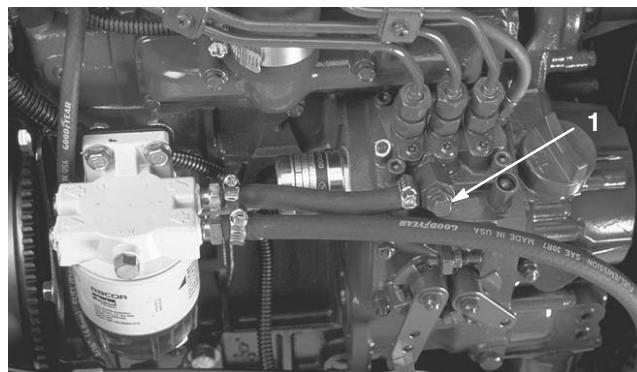

Figure 25
- Desserrez la vis de purge sur la pompe d'injection (Fig. 25).